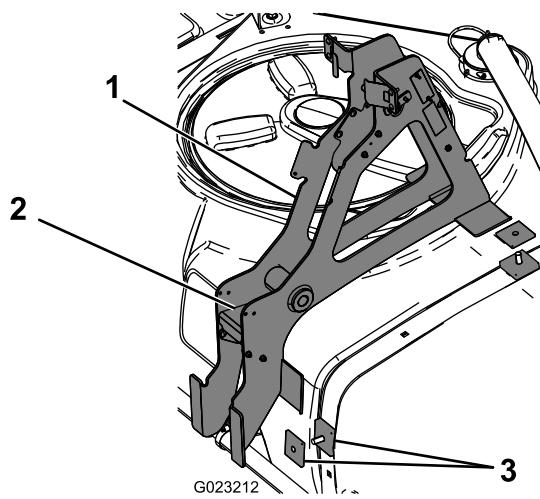

Figura 3
6. Rimuovete e conservate i 4 bulloni e dadi che fissano la piastra di guida al gruppo telaio di supporto principale (Figura 3).
7. Installate il telaio di supporto principale sui distanziali quadrati e sui bulloni a testa tonda come mostrato in (Figura 3).